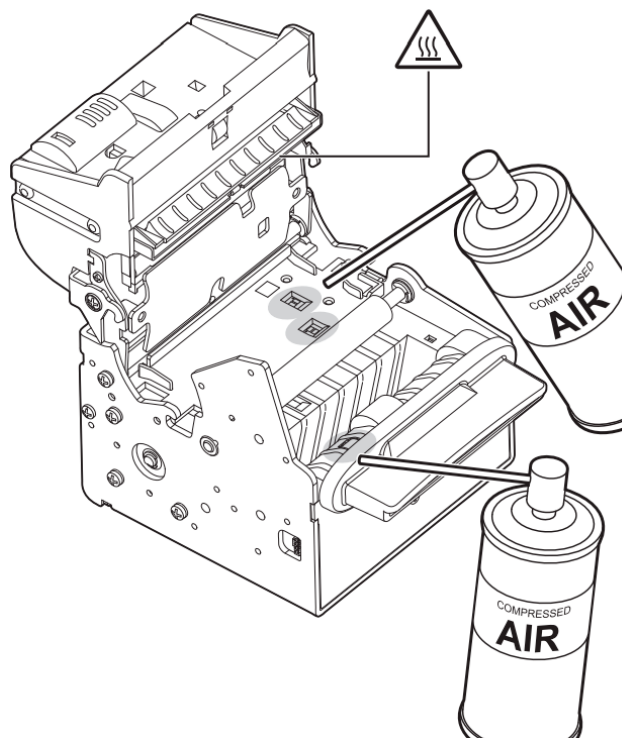

Рисунок 24. Очистка датчиков принтера (отмечены на рисунке серым цветом)
1. Очистка датчиков принтера сжатым воздухом (см. рис. 24). Для очистки не используйте спирт, растворители или жесткие щетки. Не допускайте попадания воды или других жидкостей внутрь принтера.